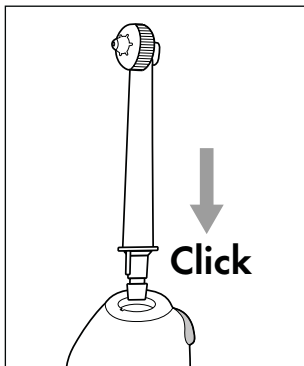

Fig. 2
- ◆ Coloque el cabezal **2** sobre la pieza manual **4**. Presione el cabezal **2** para que se introduzca en el orificio hasta que el cabezal **2** encastre audiblemente en la pieza manual **4**. Para ello, asegúrese de que el saliente del extremo inferior del cabezal **2** y el alojamiento correspondiente de la pieza manual **4** estén bien posicionados (consulte la fig. 2).